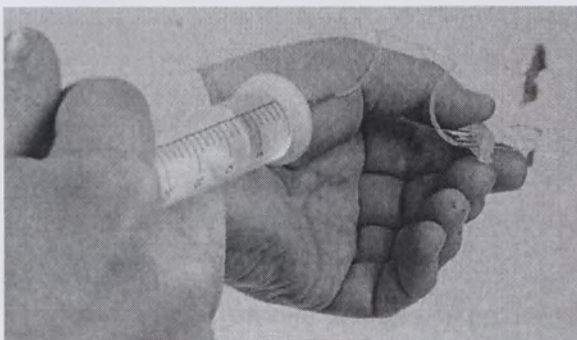

Рисунок 5-23. Продавливание жидкости через наконечник
6. Прикрепите короткую трубку к выходному отверстию наконечника и выдавите жидкость из шприца (рис. 5-23).